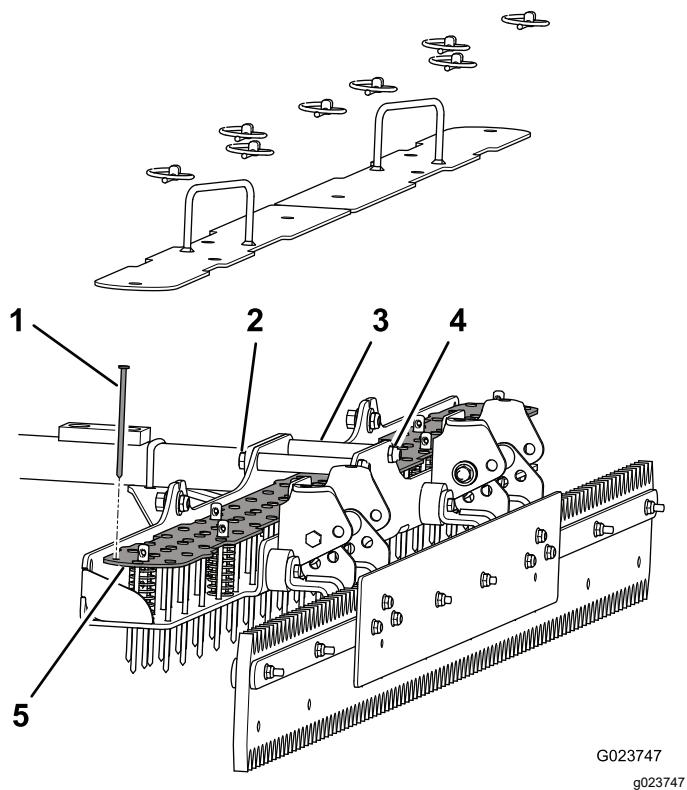

Bild 9
5. Setzen Sie die Nägel durch die Nagelplatte und die untere Platte ein (Bild 9).